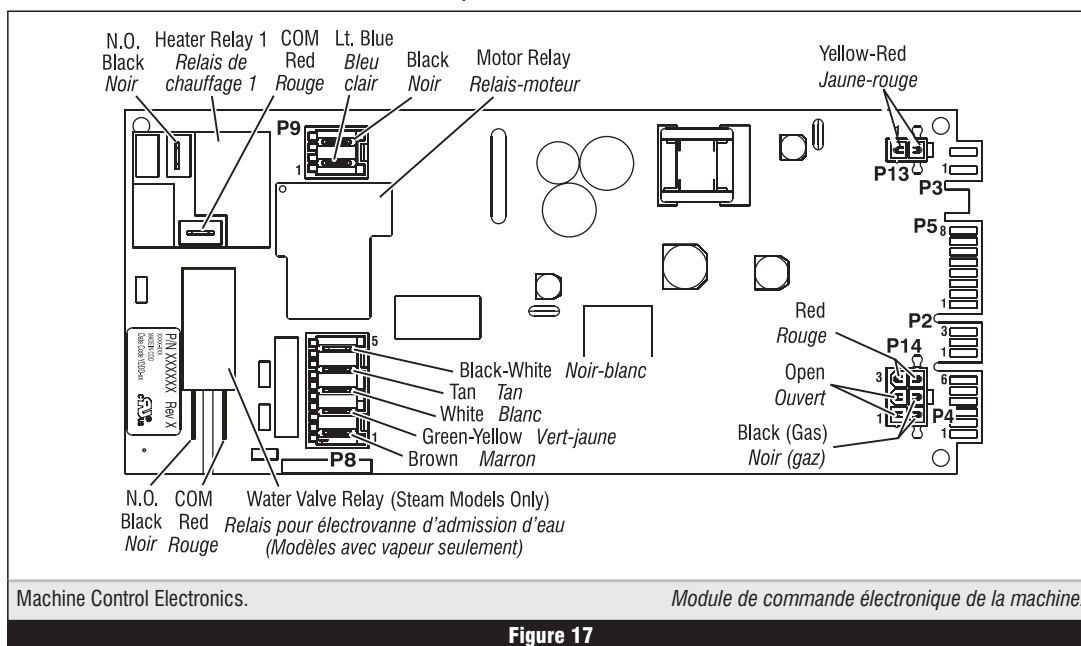

Figure 17
1. Perform steps in Accessing & Removing the Electronic Assemblies, page 14, and check that the wires are connected to the water valve relay on the machine control electronics. See figure 17, page 14.
1. Exécuter les étapes du processus Modules électroniques – Accès et dépose, page 14; vérifier que les conducteurs sont connectés sur le relais de l'électrovanne d'admission d'eau (carte des circuits de commande électronique). Voir figure 17, page 14.
3. Remove all the wire connections to the machine control electronics. See figure 17.
3. Supprimer toutes les connexions des conducteurs sur le module de commande électronique de la machine. Voir figure 17.